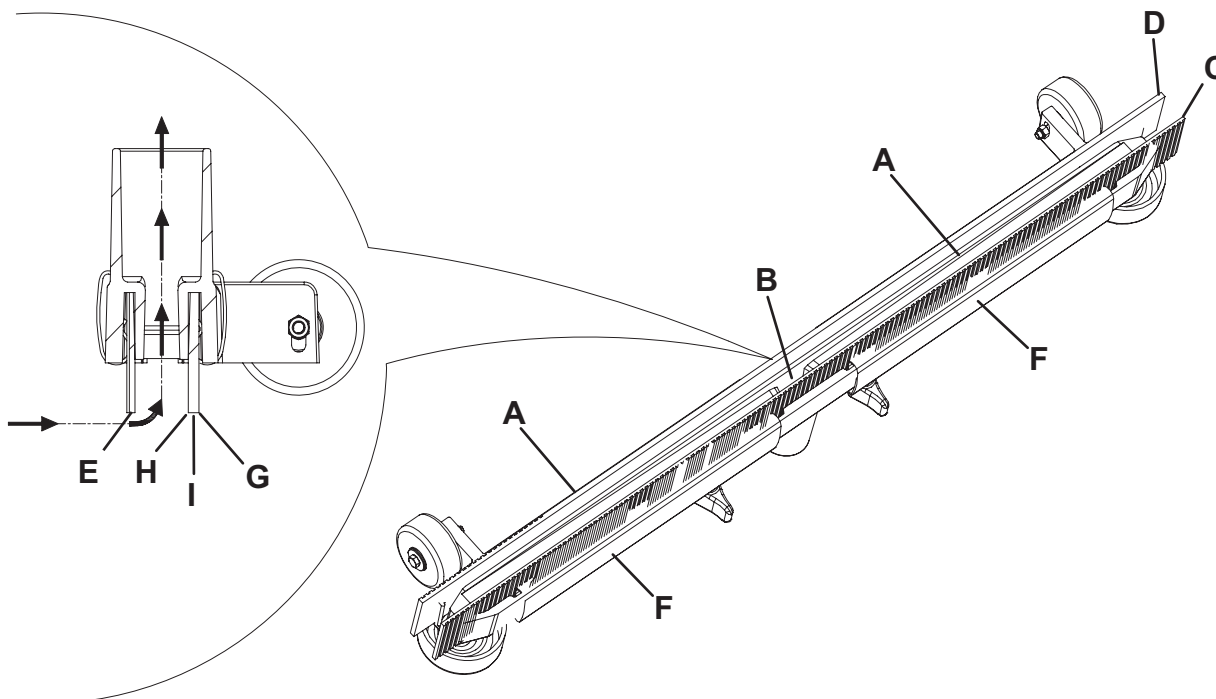

Figure 6
3. Baisser l'embouchure au moyen du levier (19).
4. Déconnecter le tuyau d'aspiration (22) de l'embouchure.
5. Desserrer les boutons (12) et déposer l'embouchure (11).
6. Laver et nettoyer l'embouchure. Nettoyer en particulier les compartiments de convoyage (A, Fig. 6) et l'orifice d'aspiration (B) de la saleté et des déchets.
7. Contrôler que la lamelle en caoutchouc avant (C) et la lamelle en caoutchouc arrière (D) sont intactes et qu'elles ne présentent pas de coupures ou déchirures ; dans le cas contraire, les remplacer (voir la procédure au paragraphe suivant).
2. Contrôler que les bords de la lamelle en caoutchouc avant (E, Fig. 6) et de la lamelle en caoutchouc arrière (I) se posent simultanément sur un plan, sur toute leur longueur ; dans le cas contraire, régler leur hauteur en procédant comme suit :
- Déposer les ressorts de fixation (F), puis régler la lamelle en caoutchouc avant (C) et la lamelle en caoutchouc arrière (D).
3. Contrôler que la lamelle en caoutchouc avant (C) et la lamelle en caoutchouc arrière (D) sont intactes et qu'elles ne présentent pas de coupures ou déchirures ; dans le cas contraire, les remplacer en procédant comme suit. Contrôler aussi que l'arête de la lamelle en caoutchouc arrière (H) n'est pas usée; dans le cas contraire, renverser la lamelle, en remplaçant l'arête usée avec l'autre arête (G), si elle est encore intacte. Si l'autre arête est usée, remplacer la lamelle en caoutchouc, en procédant comme suit :
- Déposer les ressorts de fixation (F), puis remplacer (ou tourner) la lamelle en caoutchouc arrière (D).
4. Installer l'embouchure (11) et serrer les boutons (12).
5. Connecter le tuyau d'aspiration (22) à l'embouchure (11).